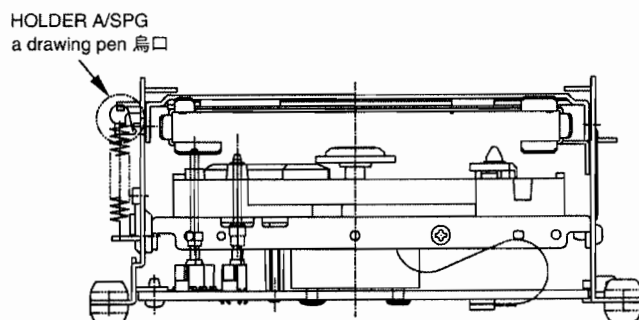
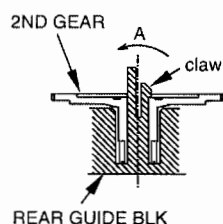
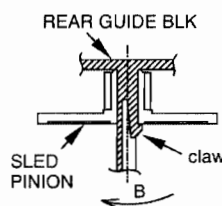

Fig. 3-2
Fig. 3-3
Fig. 3-4
- Reinstall the HOLDER A/SPG ④④ so that its drawing pen faces inward. (Fig. 3-2)
- HOLDER A/SPG ④④ は、烏口が内側に向くように取り付けること。(Fig. 3-2)
1. Remove the HOLDER STOPPER ⑤⑧ and STOPPER SPG ⑤⑦.
2. Press the claw of the REAR GUIDE BLK ⑫ toward A (Fig. 3-3) to remove the 2ND GEAR ⑧.
3. Remove the 1ST GEAR ⑨.
4. Press the claw of the REAR GUIDE BLK ⑫ toward B (Fig. 3-4) to remove the SLED PINION ⑦.
5. Unscrew the 2 screws ②③ and screw ②④ to remove the REAR GUIDE BLK ⑫.
6. Remove the SHAFT P/U ⑩ and SPINDLE STABILIZER ⑪.
7. Remove the P/U ASSY ⑩.
8. Unscrew the 3 screws ②② to remove the FRONT GUIDE BLK ⑬ and LOCATOR ⑭.
9. Remove the 2ND WORM ⑩⑥ and washer ⑤② to remove the LDG ASSY BLK ⑤ and BUSH ⑥⑥.
10. Remove the SLED MOTOR ASSY ② and LDG MTR ASSY ③.
11. Remove the SW LEVER SPG ②⑩.
12. Remove the SW LEVER ⑤.
1. HOLDER STOPPER ⑤⑧、STOPPER SPG ⑤⑦ を外す。
2. REAR GUIDE BLK ⑫ のツメを A 方向 (Fig. 3-3) に押して、2ND GEAR ⑧ を外す。
3. 1ST GEAR ⑨ を外す。
4. REAR GUIDE BLK ⑫ のツメを B 方向 (Fig. 3-4) に押して、SLED PINION ⑦ を外す。
5. ネジ ②③ 2本とネジ ②④ 1本を外し、REAR GUIDE BLK ⑫ を外す。
6. SHAFT P/U ⑩、SPINDLE STABILIZER ⑪ を外す。
7. P/U ASSY ⑩ を外す。
8. ネジ ②② 3本を外し、FRONT GUIDE BLK ⑬ と LOCATOR ⑭ を外す。
9. 2ND WORM ⑩⑥、ワッシャー ⑤② を外し、LDG ASSY BLK ⑤ と BUSH ⑥⑥ を外す。
10. SLED MOTOR ASSY ② と LDG MTR ASSY ③ を外す。
11. SW LEVER SPG ②⑩ を外す。
12. SW LEVER ⑤ を外す。